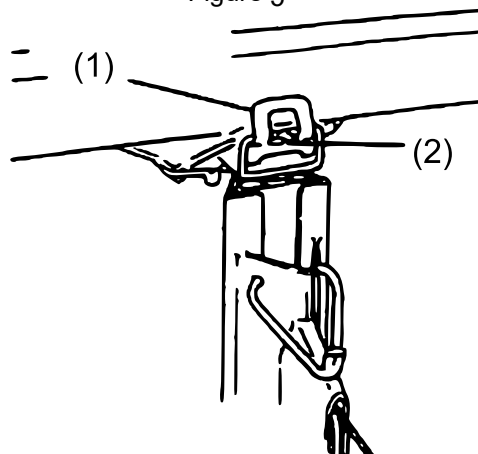

Figure 6
6. Attachez la traverse au cadre (Fig. 6) :
- b. Sécurisez la traverse au cadre en enclanchant le loquet vers le haut (1) (2 = goujon).